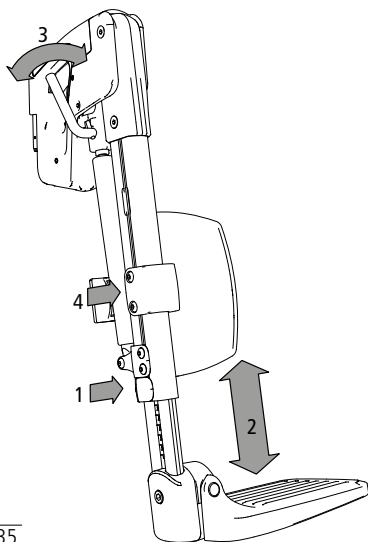

Abb. 35
1. För att justera benstöden i höjdlid börjar du med att lossa insexskruven på baksidan (1, bild 35). Därefter kan stödets underdel skjutas upp eller ned inuti överdelen (2, bild 35).
3. För att justera benstödens vinkling använder du ställspaken som steglöst ändrar vinkeln om du vrider den åt ena eller andra hållet (3, bild 35). Överföringen av spakens inställning sker genom en gasfjäder.
4. För att justera vadstödet i höjdlid lossar du dynans låsskruvar (4, bild 35).